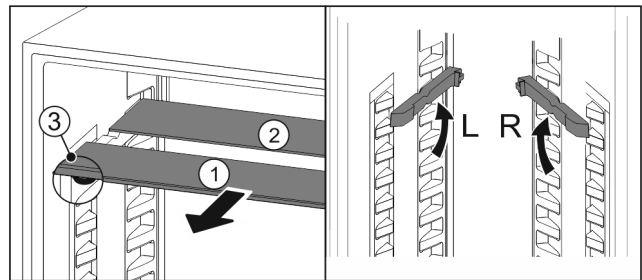

Fig. 48
- ▶ Glasplaten afzonderlijk vanaf de voorkant eruit trekken Fig. 48 (1).
- ▷ Glasplaat Fig. 48 (1) met sierlijst ligt voor.
- ▷ Stops Fig. 48 (3) zijn naar onder gericht.